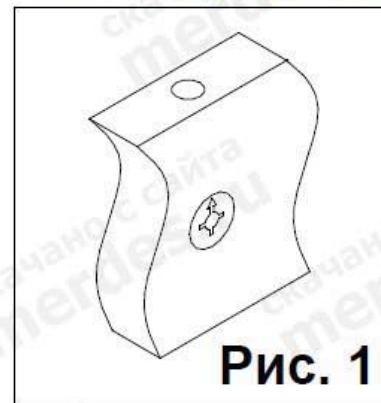

Рис. 1
Взять стенку заднюю выдвижного ящика и забить в соответствующие отверстия шканты (1). Соединить боковины ящика с задней стенкой. Фиксацию производить при помощи евроинтов (6). Далее положить каркас ящика на заднюю стенку и забить шканты (1) в соответствующие торцевые отверстия на боковинах ящика, и вставить стяжки растекс (19) (см.рис.1). После этого вставить дно ящика в пазы на каркасе ящика, таким образом, чтобы дно ящика вошло в паз на стенке задней ящика. Далее закрутить в переднюю панель ящика в имеющиеся муфты дюбеля стяжек-растекс (4). Соединить переднюю панель ящика с каркасом . Фиксацию произвести путем поворота стяжки (19) по часовой стрелки. После этого положить ящик дном вверх и пркрутить ответные планки направляющих (7) к боковинам ящика при помощи саморезов (5). Далее к передней панели прикрепить ручку винтами M4x20 , входящих в комплект ручки (при комплектации винтами M4x22 использовать прокладочные шайбы входящие в комплект фурнитуры). Аналогичным образом собрать остальные ящики. При сборке встроенных ящиков используются только шканты (1) и клей ПВА входящий в комплект фурнитуры. Для удобства выдвижения этих ящиков с нижней стороны боковин можно приклеить пластиковые амортизаторы входящие в комплект фурнитуры.
1. Забивку шкантов (1) производить только в торцевые отверстия деталей
2. Фиксацию евроинтов (2) производить при помощи ключа евроинта (13).
1. Прикрутить к деталям 1 и 2 с внутренних сторон направляющие (7) в отверстия диаметром 5 мм, при помощи евроинтов (8). Затем к боковине 1 последовательно присоединить детали 3, 5, 2. Крепление производить при помощи евроинтов (2), (6) и шкантов (1). После этого к низу собранной конструкции прикрепить полку нижнюю 4 при помощи шкантов (1) и евроинтов (2). Далее положить конструкцию на стенку заднюю 3 и прикрутить к полке 4 с нижней стороны опоры (14) саморезами (18) из расчета два самореза на одну опору (14). Поставить конструкцию на опоры (14). Далее забить шканты (1) в соответствующие торцевые отверстия боковина 1 и 2 и вставить стяжки-растекс (3) в отверстия диаметром 15 мм расположенные на деталях 1 и 2. (см. рис. 1)
выступающая часть шканта составила примерно 20 мм. Далее вставить стяжки-растекс (3) (см. рис. 1) в отверстия диаметром 15 мм расположенные внизу с внутренней стороны детали 7, и забить шкант в соответствующее нижнее торцевое отверстие боковины 7. Соединить боковину 7 со столешницей 6. Фиксацию стяжек-растекс (3) произвести путем поворота их по часовой стрелке.